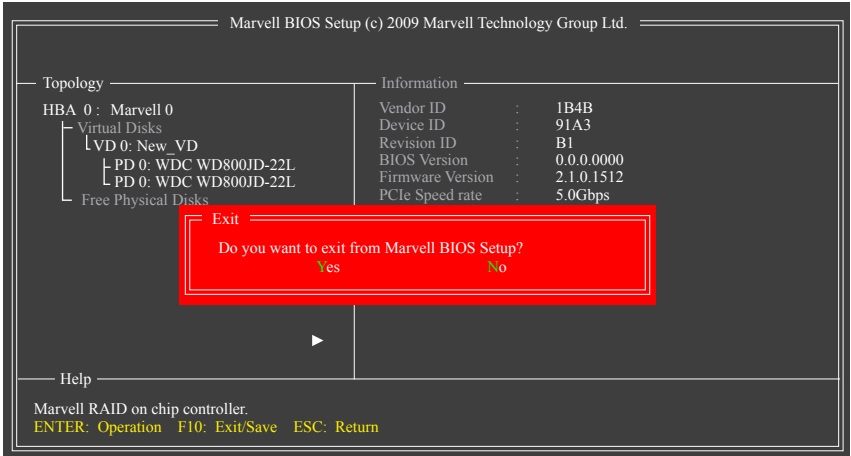

Figure 7
7. Enregistrer les modifications et Quitter. Lorsque vous avez fini la configuration du RAID et avant de quitter l'écran de configuration, n'oubliez pas d'appuyer sur <F10> dans l'écran principal. Appuyez sur <Y> pour confirmer ou sur <N> pour annuler (Figure 7).